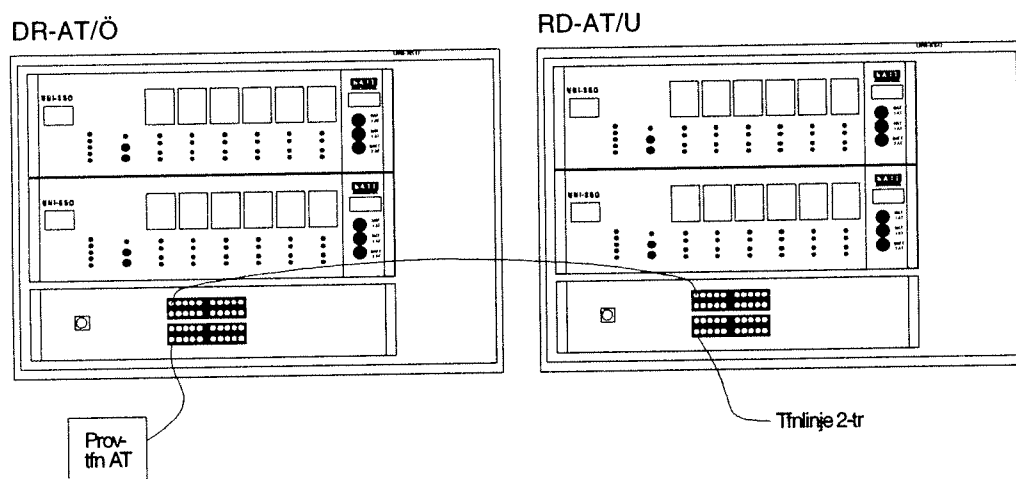

Bild 5. Inkoppling av RD-AT/U till tfnlinje och DR-AT/Ö till tfnapp.
- Koppla ihop RD-AT/U med den första tillgängliga DR-AT/Ö i de övre jacklisterna med varandra. Anslut telefonlinje till den stativlåda med RD-AT/U, (ÖJ) nedre jacklist, samt en provtelefon till aktuell DR-AT/Ö, (ÖJ) nedre jacklisten. Provtelefonen skall vara inställd för impulsering. Inkoppling, se bild 5 nedan.